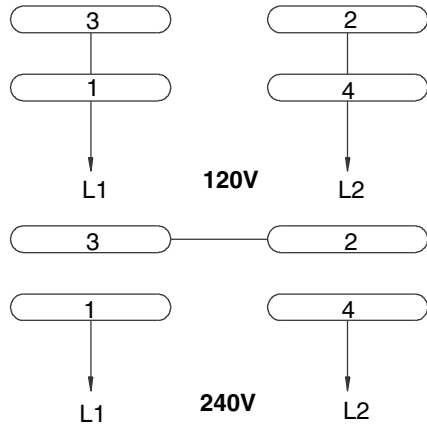

Figura 42 – Diagrama de Cableado
- Consulte el diagrama de cableado (Figura 42) para ver las instrucciones de cableado.